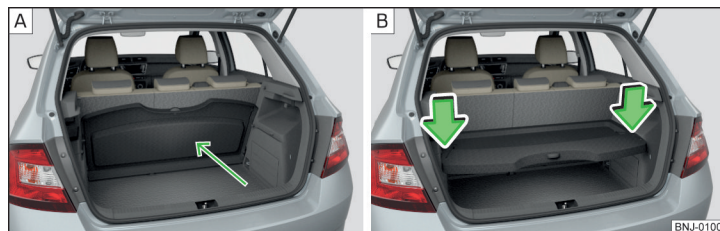

Fig. 101 Bagagerumsafdækning: Opbevaret bag ved bagsædet / I den nederste position
Hvis du ønsker at transportere større stykker bagage, kan du tage afdækningen ud og opbevare den i to positioner » Fig. 101 på side 85.
Bagagerumsafdækningen kan opbevares i følgende positioner: » Fig. 101
- Tryk på oversiden af afdækningen i pilens retning » Fig. 101 – **B**.